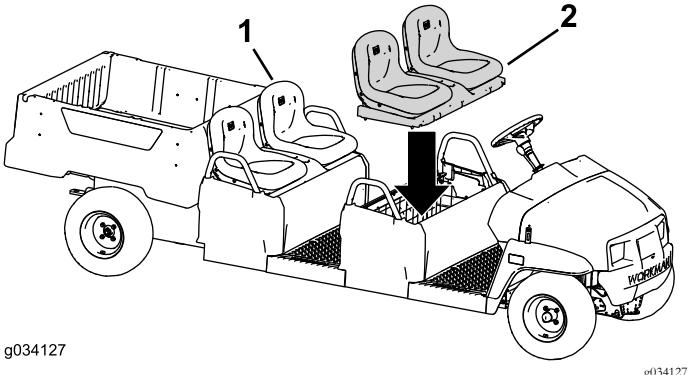

Рисунок 52
- Установите ранее снятое с машины сиденье в сборе на задний ряд (Рисунок 52).
3. Установите сиденье в сборе на передний ряд (Рисунок 52).